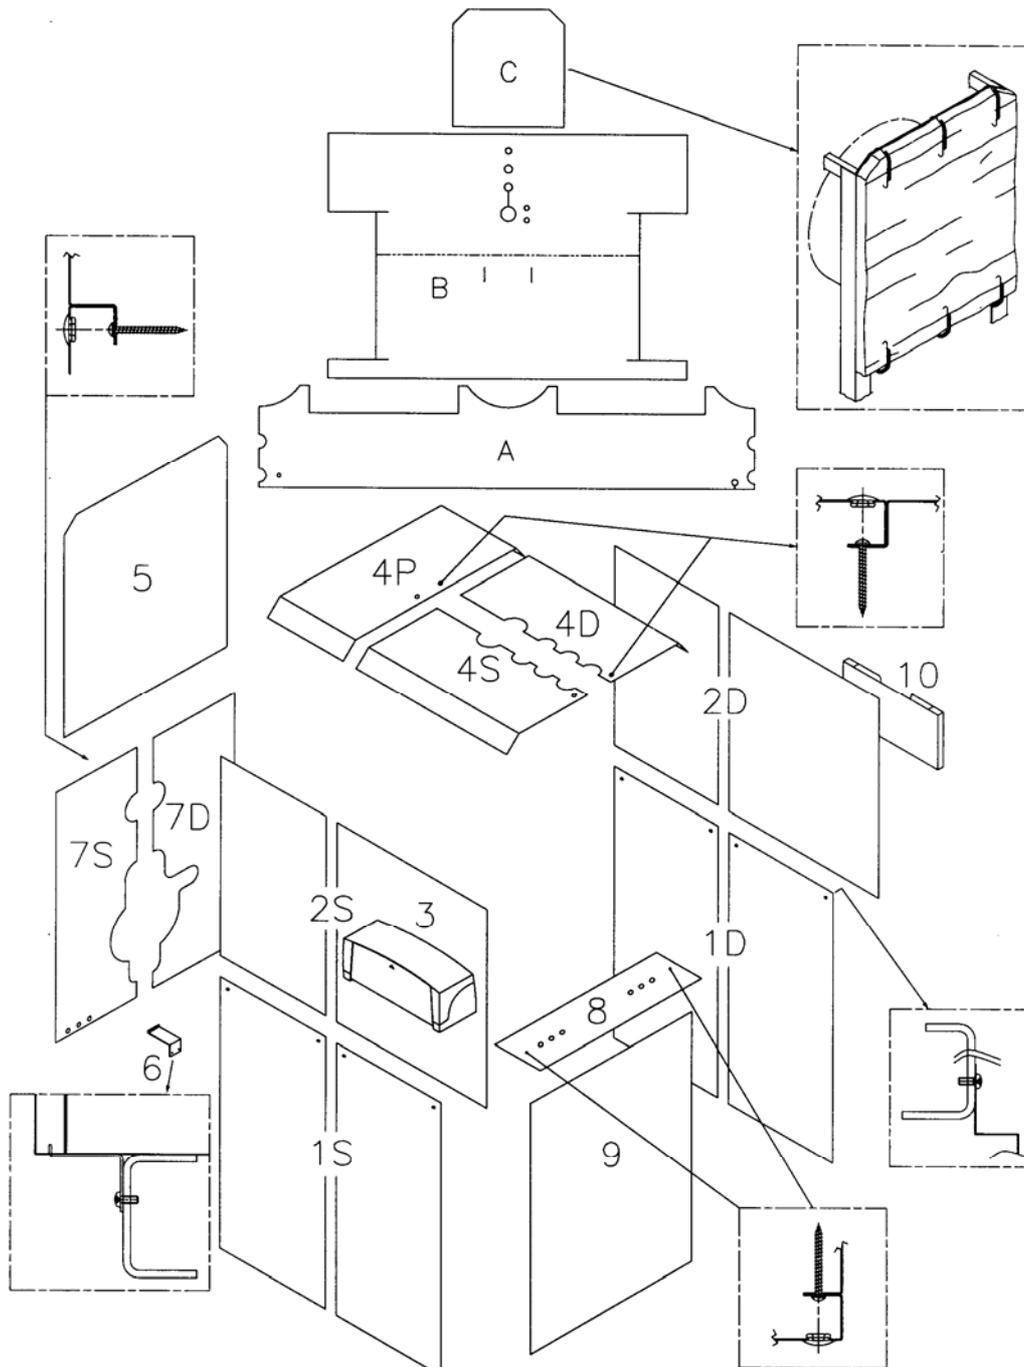

Fig. 6
5.4 RIVESTIMENTO caldaia mod. 350 GT/JB-670 JB (Fig. 6)
- Svolgere i capillari dei termostati e fissare il pannello comando (3) al fianco con le apposite viti, quindi inserire i bulbi nel pozzetto.
- Montare il pannello (5); fissare la staffa sostegno (6) sulla base del telaio, appoggiare il pannello (7D) e poi il pannello con passacavi (7S) su di essa agganciandoli ai pannelli laterali, bloccarli quindi con le viti e chiudendo i fori di passaggio con gli appositi tappi.
- Agganciare e fissare con le viti, il pannello ant./centrale (8) e quello ant./inf. (9).
- Agganciare infine il porta documenti (10) sul lato opposto del pannello comando fissandolo con la vite.